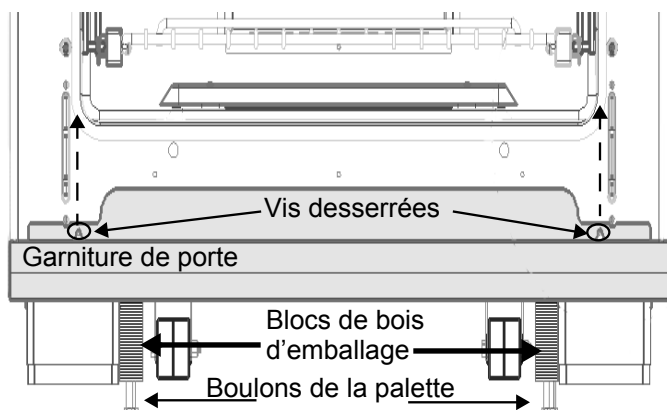

Figure 5: Door Trim, packing Blocks, & Pallet Bolts
3. Toutes les cuisinières sont fixées à une palette à travers un bloc de bois central à l'aide de quatre (4) boulons (*Figure 5*). Les deux boulons frontaux de la palette ne sont accessibles que lorsque la garniture de porte, située sous la porte, a été enlevée.